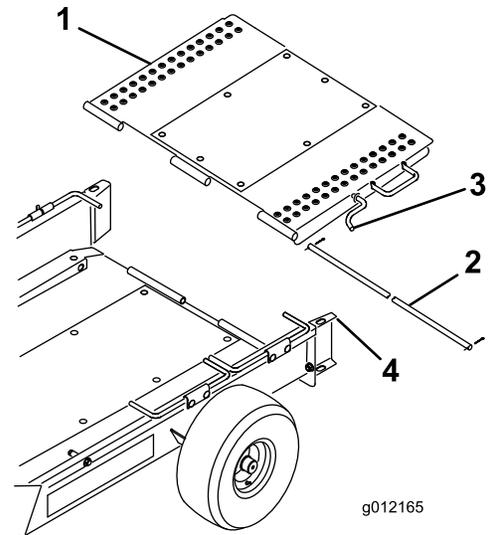

图4
- 用铰链杆和 2 个开口销将拖车坡道安装到拖车底板的后面 图4。
- 将拖车坡道向上转动并将坡道门锁挂入车轮导轨顶部的孔中 图4。
- 将拖车坡道向上转动并将坡道闩锁挂入车轮导轨顶部的孔中图4。